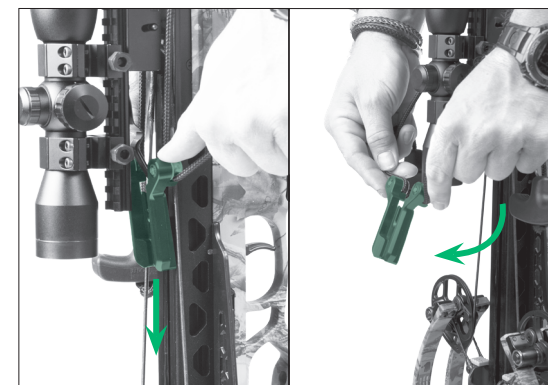

FIGURE 20
7. Une fois l'arbalète armée, retirez le chariot d'armement de la corde de l'arbalète (Fig. 20).